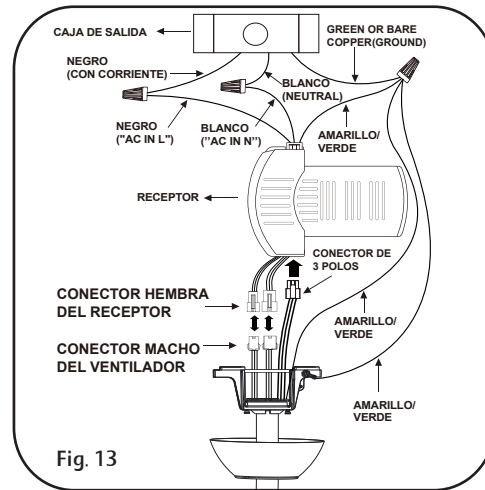

Fig. 13
Conecte los conectores macho del kit de luz superior e inferior del ventilador a los conectores hembra del receptor. Enchufe el cable principal del ventilador (con conector de 3 polos) en el receptor. (Fig.13)
Paso 3. Conexiones del receptor a la caja de salida del techo: Conecte el cable BLANCO (Neutro) de la caja de salida al cable BLANCO marcado 'AC in N' del receptor. Conecte el cable NEGRO (Vivo) de la caja de salida al cable NEGRO marcado 'AC in L' del receptor. Asegure todas las conexiones de cables con los conectores de plástico para cables incluidos. (Fig.13)
Paso 4. Si su caja de salida tiene un cable de TIERRA (Verde o Cobre desnudo), conecte este cable a los cables de tierra de la bola de suspensión, el soporte de suspensión y el receptor. Si su caja de salida no tiene cable de tierra, conecte los cables de tierra de la bola de suspensión, el soporte de suspensión y el receptor entre sí. Asegure la conexión del cable con el conector de plástico para cables incluido. (Fig. 13)
Asegurar la conexión de cables con la tuerca de cable de plástico proporcionada. (Fig. 13)